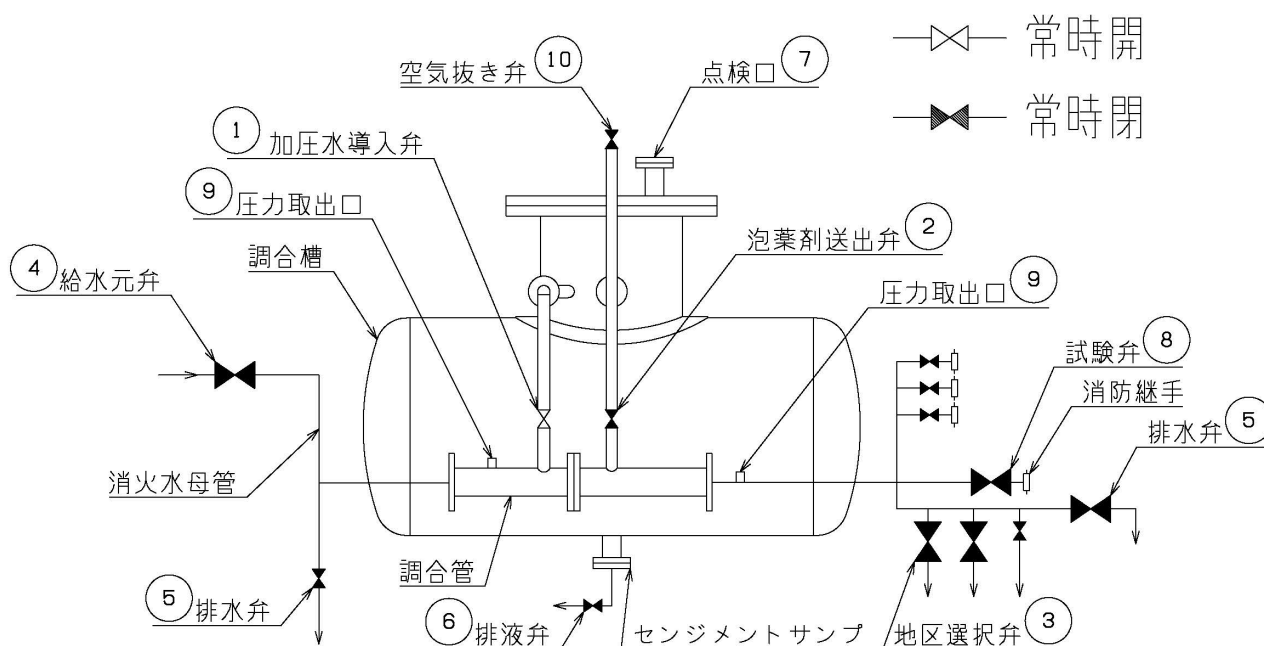
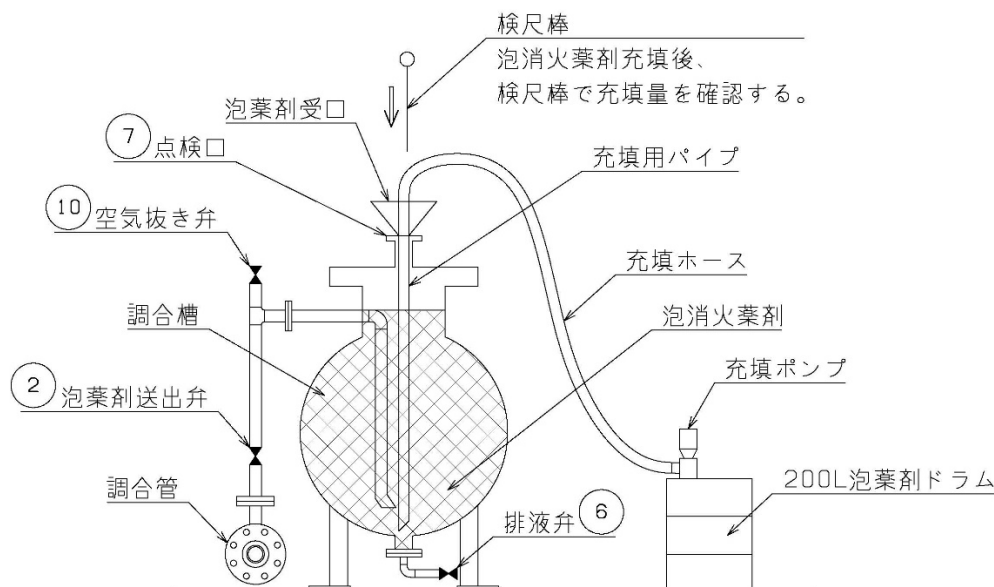

図 5-1 たん白泡消火薬剤用バッグなし差圧調合装置(PPT-N 型/PPT-NV 型)の標準系統
図 5-3 調合槽への泡消火薬剤の充填作業要領図
- (1) 社内検査又は消防検査が終わったら、給水元弁④、加圧水導入弁①及び泡薬剤送出弁②を閉止する。
- (2) 排水弁⑥にホースを接続して、その一端を排水受槽につなぐ。
- (3) 排水弁⑥を徐々に開き、排水の流出が勢いをなくした時点で空気抜き①、並びに泡薬剤送出弁②を全開する。
- (4) 点検口⑦の閉止フランジを取り外す。
- (5) 泡消火設備配管の排水弁⑤を全開し、配管中の泡水溶液を完全に排水する。
- (6) 調合槽内の泡消火薬剤及び泡水溶液が完全に排水できたら、加圧水導入弁①、泡薬剤送出弁②及び排水弁⑥を閉止にする。
- (7) 泡消火薬剤ドラムに充填ポンプをセットし、図 5-3「調合槽への泡消火薬剤の充填作業要領図」に従って泡消火薬剤を調合槽内に充填する。
- (8) 泡消火薬剤の充填が完了したら空気抜き弁⑩を閉止する。
- (9) 充填された泡消火薬剤量を、検尺棒を使って計量する。検尺棒のレベル線(液温 20℃時の液面)まであれば標準貯蔵量が充填されたとする。
- (10) 検尺棒で泡消火薬剤の充填レベルを確認する。標準貯蔵量が確認できたら、点検口⑦の閉止フランジを取り付ける。
- (11) 調合槽周りの弁の開閉状態を図 5-1 のとおりにセットする。
6. 調合性能の確認 (図 5-1 参照)
7-2 消火時の操作手順 (図 5-1 参照)
7-3 消火後の操作手順 (図 5-1 参照)